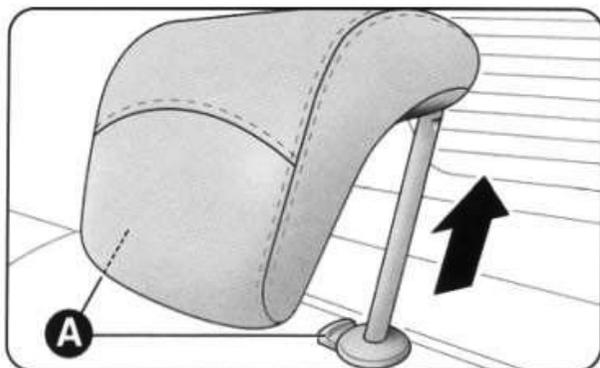

рис. 62
- поднимите подголовники в крайнее верхнее положение, нажмите на обе кнопки А (рис. 62), расположенные по сторонам от обеих опор направляющих, и снимите подголовники, переместив их вверх;